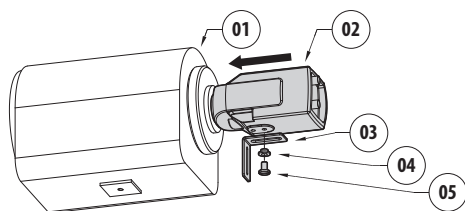

Fig. 8
È possibile fissare un distanziale H-20 (02) all'ottica. Connettere la telecamera e fissare la staffetta a L (Fig. 8, pagina 15). Interporre un distanziale di plastica (01) dello spessore desiderato e fissarlo con la rondella e la vite (03).